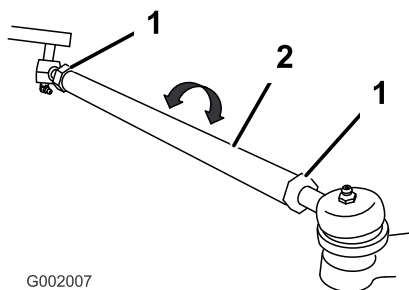

Figura 51
5. Dacă distanța nu se încadrează în intervalul specificat, slăbiți contrapiulițele de la ambele capete ale tiranilor (Figura 51).